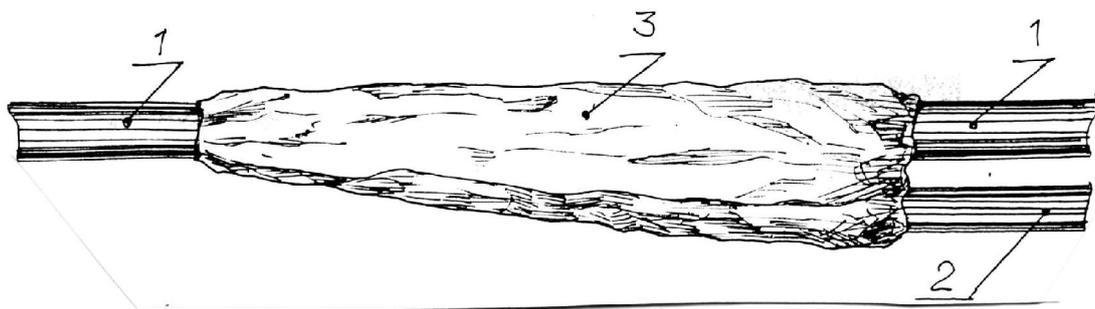

Рис.6. Восстановление защитных свойств экрана с помощью алюминиевой фольги.
4.8. Восстанавливаются защитные свойства экрана с помощью алюминиевой фольги. Сросток обматывается листовой фольгой из монтажного комплекта муфты с перекрытием соединителей экрана на 20 мм по обеим сторонам сростка. Слои фольги обжимаются руками и скрепляются обмоткой из ленты ПВХ с липким слоем (Рис. 6).